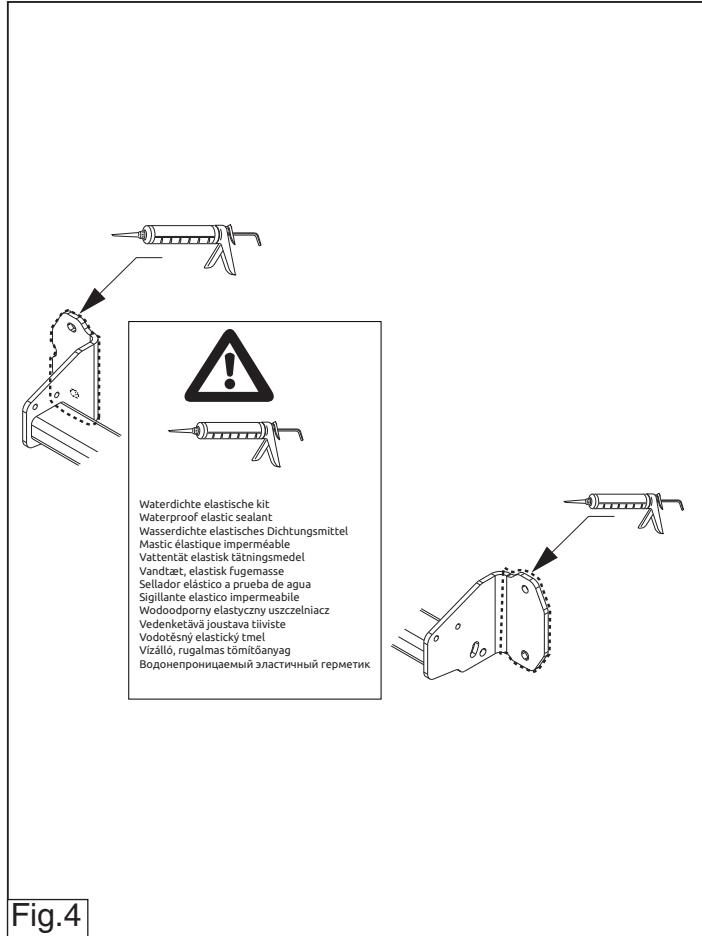

Fig.4
7. Герметизировать обозначенные части (см. рис. 4)